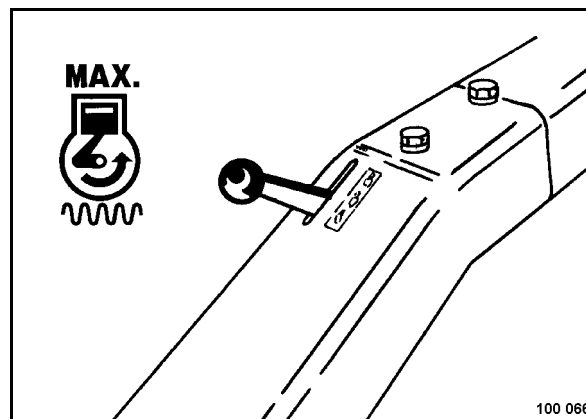

Рис. 21
- Установить рычаг управления частотой вращения (Рис. 21) в положение "MAX".